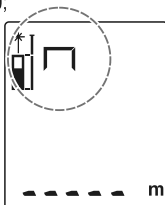

Fig. 10 – medição da largura
- 3 – Na figura do retângulo que representa medição de área, ficará pulsando no visor uma linha horizontal, conforme mostra a Fig. 10;